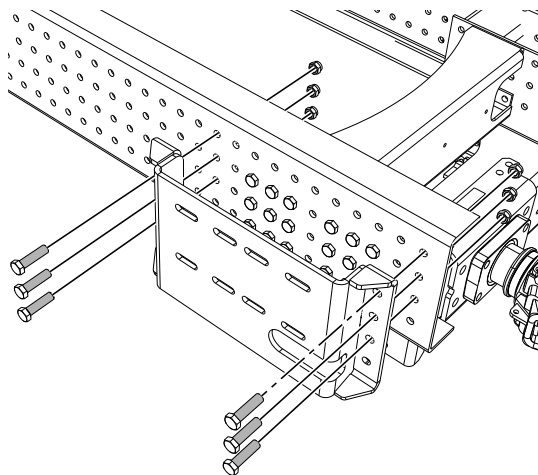

Bild 26. Montera ramfästet med minst 3 skruvar M14x45 10.9 på fästets fram- resp. bakkant.
7. Passa in och montera ramfästena mot fordonsramen. Montera med minst 3 skruvar M14x45 10.9 på fästets fram- resp. bakkant. Montera med mutter på fordonsramens insida, se Bild 26. Dra åt skruvarna med hjälp av en momentnyckel. **Åtdragningsmoment: 115 Nm.**